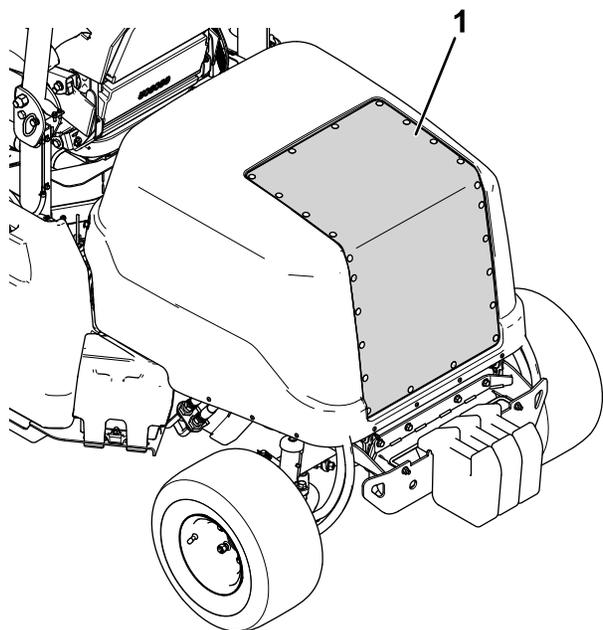

図 73
2. 圧縮空気を使用してフードの吸気スクリーン 図 73を清掃する。機体内部から外部にむかってエアを吹き付ける。